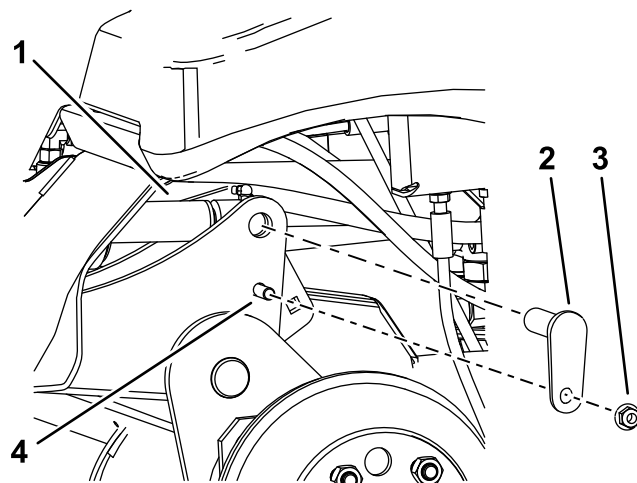

Figura 9
- C. Utilizzate un cacciaspine per allineare i fori dell'asta del cilindro con i fori del braccio di sollevamento (Figura 9).
- D. Utilizzate 2 bulloni ($\frac{3}{8}$ " x $1\frac{1}{4}$ "), 2 dadi ($\frac{3}{8}$ ") e 2 perni piccoli per fissare i bracci di sollevamento ai cilindri (Figura 9).